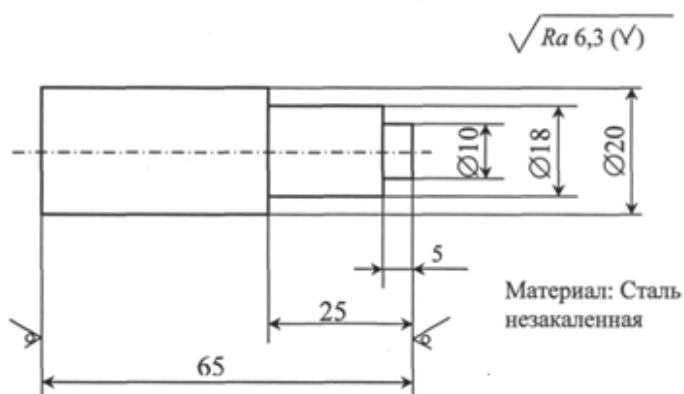

Рисунок 7
3. Выполнить эскиз технологической схемы многорезцовой токарной обработки (рисунок 7) для случая использования в качестве заготовки круглого сортового проката.